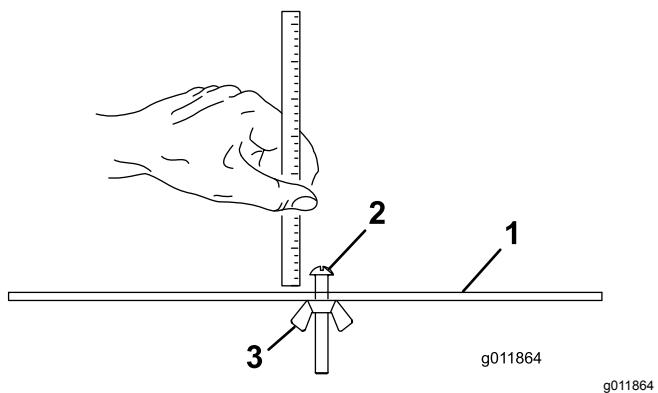

Figura 18
- Desaperte a porca da barra indicadora (Figura 18) e regule o parafuso de ajuste para a altura de corte desejada.